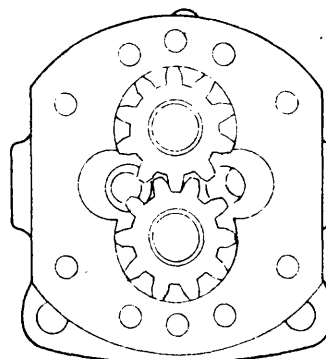

Fig. 3
*Bomba de Transferencia de Engranajes (fig. 3)*